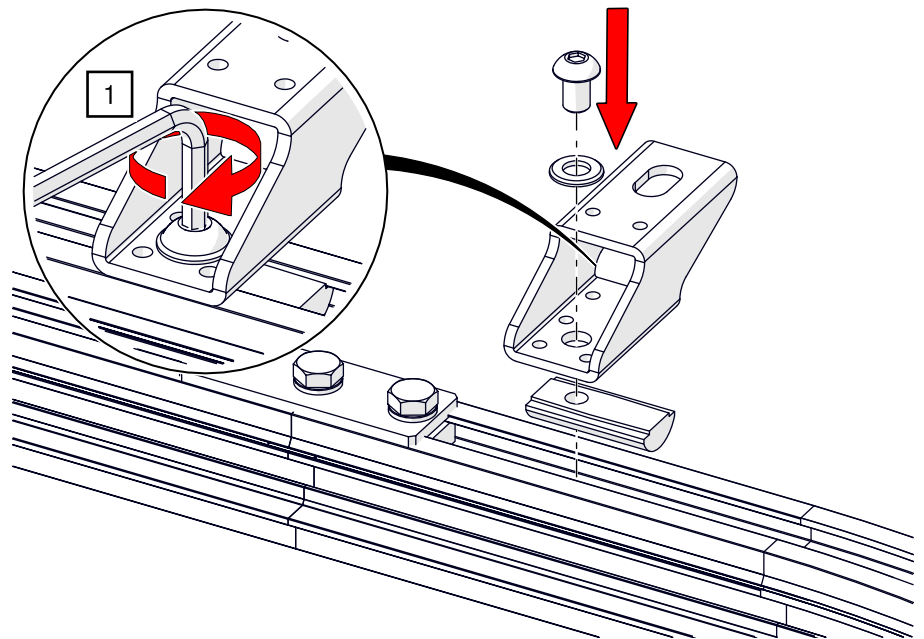

Abb. 49: Deckenmontage – Abhängung an dem Schienenprofil montieren
1. Legen Sie den Nutenstein lose in das Schienenprofil ein und montieren Sie die Abhängung (siehe Abb. 49).